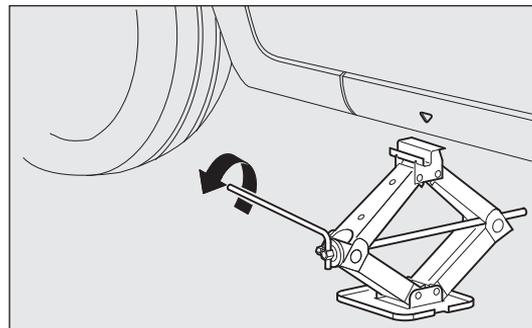
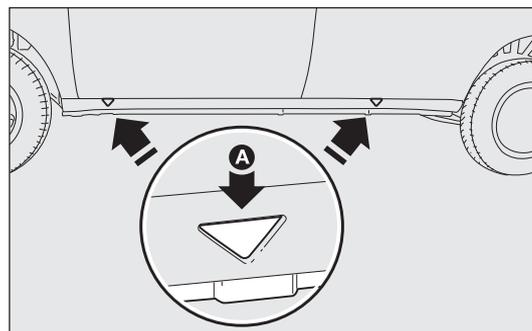

fig. 135
fig. 136
- actionner le cric en utilisant le bouton (désolidariser la manivelle du clip et du trou sur l'écrou) afin de l'ouvrir partiellement fig. 135, puis le placer sous le véhicule au niveau des repères A-fig. 136 près de la roue à remplacer.